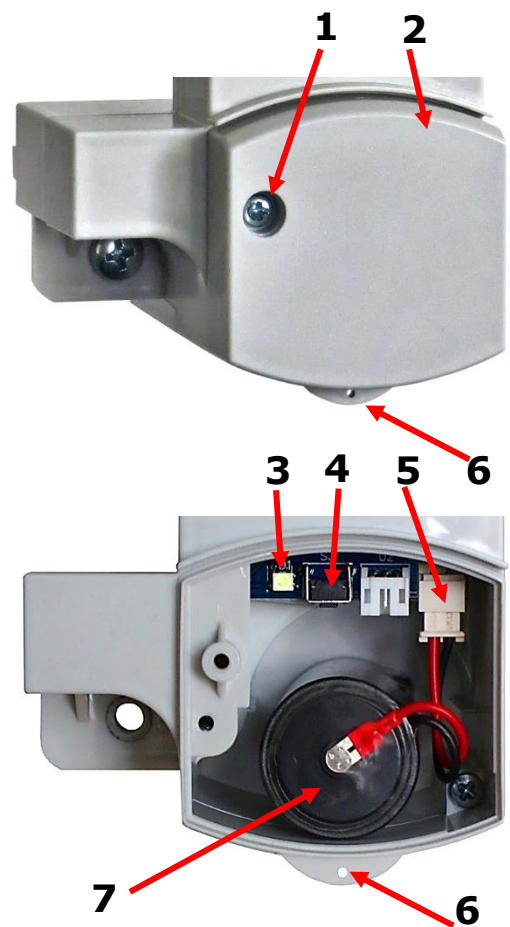

Рис. 11
За допомогою викрутки з хрестоподібним шліцом PH1 відкрутити гвинт (1, рис. 11) кришки батарейного відсіку та зняти кришку (2, рис. 11). Дістати батарею з батарейного відсіку та розпакувати її. Вставити щільно, дотримуючись ключа, штекер подачі живлення від батареї (7, рис. 11) з комплекту постачання у гніздо роз'єму (5, рис. 11) живлення радіомодуля. Встановити батарею у батарейний відсік радіомодуля, як показано на рис. 11. Після подачі живлення на радіомодуль світловий індикатор (3, рис. 11) радіомодуля повинен короткочасно замиготіти (не більше 3 с) після чого постійно світиться зеленим кольором. Радіомодуль працює у режимі роботи (I) і веде лічбу імпульсів, які надходять від датчика імпульсів, методом безперервного накопичення, обробляє їх, формує почасові та добові профілі споживання, зберігає дані в архівах (тощо).
Для приєднання радіомодуля до радіомережі необхідно короткочасно натиснути протягом 4..6 с на функціональну кнопку (4, рис. 11). Радіомодуль перейде у режим роботи (II) пошуку та реєстрації в радіомережі - світловий індикатор (3, рис. 11) мигає зеленим кольором. Для успішного пошуку та реєстрації радіомодуля в радіомережі повинні бути вірно налаштовані параметри реєстрації в радіомережі:
Про успішне завершення процесу реєстрації радіомодуля в радіомережі просигналізує світловий індикатор (3, рис. 11), який вимкне зелений колір та увімкне і буде постійно світитись червоним кольором. При цьому радіомодуль автоматично перейде у штатний режим роботи (3), в якому будуть виконуватись операції обліку, моніторингу, реєстрації даних та передача даних на сервер відповідно до заданого графіку.
Після успішної реєстрації радіомодуля в радіомережі встановити на місце кришку (2, рис. 11) та зафіксувати її за допомогою гвинта (1, рис. 11) закрутивши його викруткою з хрестоподібним шліцом PH1. У місце під гвинт поз.1 (рис. 11) вставити заглушку (пломба-заклушка) із комплекту постачання радіомодуля. Місце поз.6 (рис. 11) опломбувати власною пломбою організації з обслуговування та експлуатації, діаметр отвору для пломбування 1,5 мм.
Про нормальне функціонування (штатну роботу) радіомодуля буде повідомляти постійне свічення індикатора (3, рис. 11) червоним кольором.
Якщо радіомодуль не знаходить чи не реєструється в радіомережі, про що свідчить безперервне (більше 10 хвилин) миготіння світлового індикатора (3, рис. 11) зеленим кольором, необхідно короткочасно натиснути протягом 8..12 с на функціональну кнопку (4, рис. 11). Після відпускання функціональної кнопки радіомодуль переключиться у режим роботи (IV) – налаштування параметрів, про що свідчить світловий індикатор (3, рис. 11) мигаючи по чергово зеленим та червоним кольорами (світиться помаранчевим кольором). За необхідності перевірити реєстрації в радіомережі: Network(App)_Key, Device_UI, App(Join)_UI (див. розділ 7.1 настанови).
Для виконання повторної процедури реєстрації радіомодуля в радіомережі необхідно переключити радіомодуль із режиму роботи (IV) у режим роботи (II), для цього необхідно короткочасно натиснути протягом 4..6 с на функціональну кнопку (4, рис. 11) або короткочасно натиснути протягом 8..12 с на функціональну кнопку (4, рис. 11) та переключити радіомодуль у режим роботи (I) після чого короткочасно натиснути протягом 4..6 с на функціональну кнопку (4, рис. 11). Про роботу радіомодуля у режимі (II) повідомляє світловий індикатор (3, рис. 11) мигаючи зеленим кольором.
За необхідності зчитування даних (архівів) безпосереднього з радіомодуля (без використання радіомережі), необхідно розпломбувати та зняти кришку батарейного відсіку (2, рис. 11) і під'єднати USB-UART адаптер (1, рис. 7, пристрій зчитування /запису) вставивши щільно, дотримуючись ключа, штекер адаптера у гніздо роз'єму (5, рис. 6). Адаптер вставити у вільний USB-роз'єм персонального комп'ютера чи ноутбука (ПК) із встановленою програмою «САМГАЗ programmer». Перекрыти подачу енергії (газ, вода, тощо) для зупинки виконання операцій підрахунку лічильником енергії. Перевести радіомодуль у режим налаштування, короткочасно натиснувши протягом 8..12 с на функціональну кнопку (4, рис 11). Після відпускання кнопки світловий індикатор (3, рис. 11) повинен світитися помаранчевим кольором (одночасно горить зелений та червоний). За допомогою ПЗ «САМГАЗ programmer» зчитати з радіомодуля необхідні дані. Вказівки по роботі з ПЗ наведені у «САМГАЗ programmer. Інструкція користувача». Після завершення зчитування даних необхідно виконати процедури описані в розділі 9 настанови.
Провести перевірку та підготувати нову батарею живлення для заміни. Розпломбувати місце поз.6 (рис. 11) та витягти заглушку (пломба-заглушка), яка закриває гвинт поз.1 (рис. 11). За допомогою викрутки з хрестоподібним шліцом PH1 відкрутити гвинт (1, рис. 11) кришки батарейного відсіку та зняти кришку (2, рис. 11). Дістати виснажену батарею з батарейного відсіку. Витягти штекер подачі живлення від виснаженої батареї з гнізда роз'єму (5, рис. 11). Світловий індикатор (3, рис. 11) повинен продовжувати світитись кольором, яким світився до від'єднання штекера живлення. Вставити щільно, дотримуючись ключа, штекер подачі живлення від нової батареї у гніздо роз'єму (5, рис. 11) живлення радіомодуля, світловий індикатор (3, рис. 11) повинен продовжувати світитись відповідним кольором. Встановити нову батарею у батарейний відсік радіомодуля, як показано на рис. 11. Встановити на місце кришку батарейного відсіку (2, рис. 11) та зафіксувати її за допомогою гвинта (1, рис. 11), закрутивши його викруtkою з хрестоподібним шліцом PH1. У місце під гвинт поз.1 (рис. 11) вставити заглушку (пломба-заглушка). Місце поз.6 (рис. 11) опломбувати власною пломбою організації з обслуговування та експлуатації (діаметр отвору для пломбування 1,5 мм).
свідчить відсутність безперервного світіння індикатора (З, рис. 11) відповідним кольором (червоним – режим (II), зеленим – режим (I)) або його миготіння чи переключення на інший режим роботи, то після заміни батареї необхідно виконати процедури описані в розділі 9 настанови.